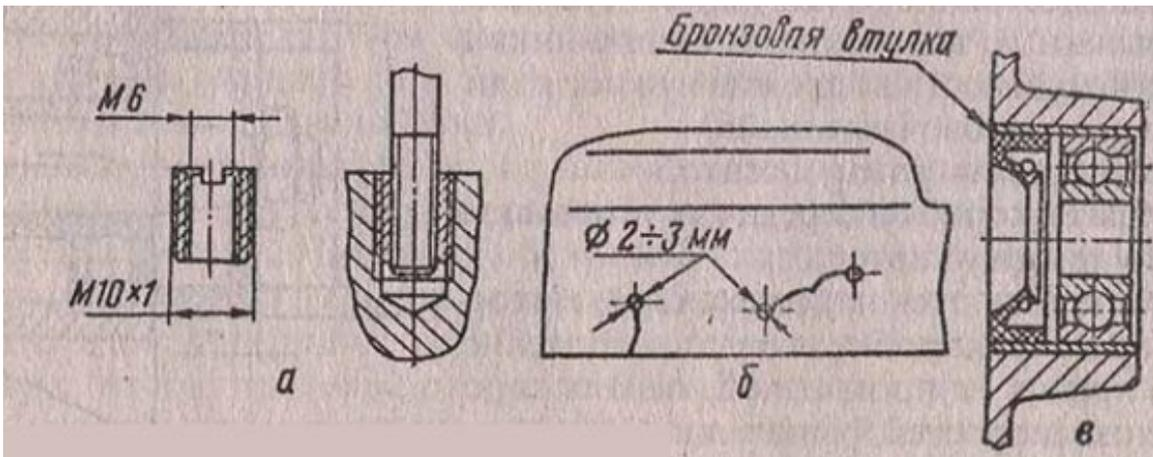

**Рис. 2.19. Допрессовка коленчатого вала.**
2. Произвести предварительную запрессовку коленчатого вала в левую половину картера, установить сальник, распорную втулку, наружный подшипник. Допрессовать при помощи оправки (см. рис. 2.19) коленчатый вал до упора в кольцо внутреннего подшипника.